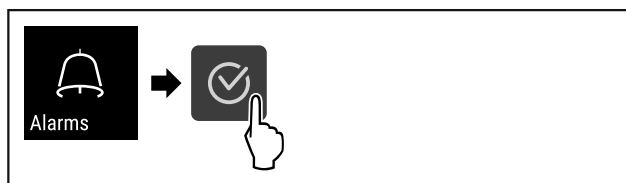

Fig. 107
- ▶ Suivre les étapes (voir Fig. 107).